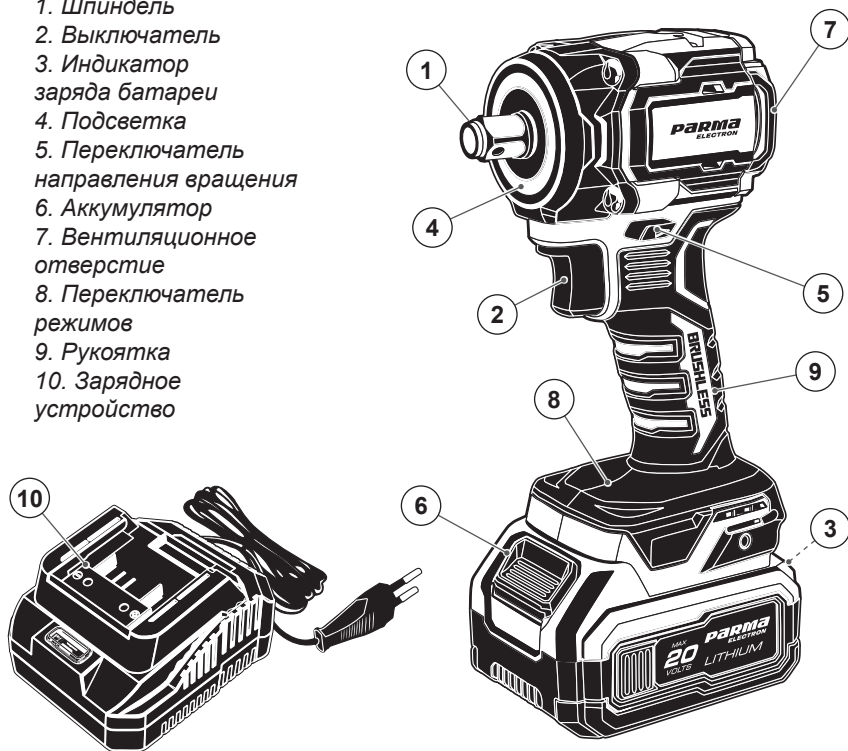

Рис. 1
3. Установите аккумуляторную батарею в зарядное устройство (рис. 1, поз. 10).